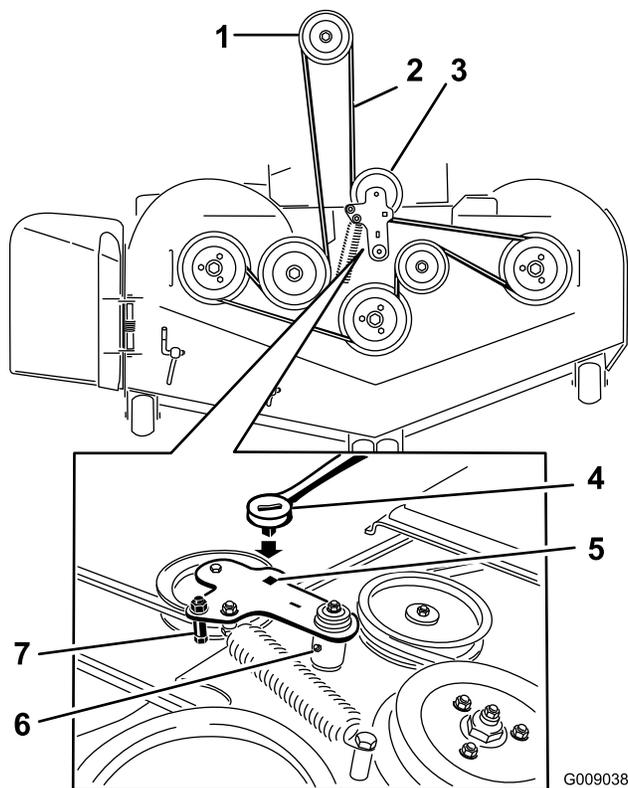

Figure 74
5. Insérez un rochet dans le trou carré du bras de la poulie de tension pour détendre le ressort de la poulie de tension (Figure 74).
7. Enlevez le guide de courroie situé sur le bras de la poulie de tension rappelée par ressort (voir Figure 74).
- Acheminez la courroie neuve autour des poulies du tablier de coupe et de la poulie d'embrayage, sous le moteur (Figure 74).
- Montez le guide de courroie sur le bras de la poulie de tension (voir Figure 74).
- Insérez le rochet dans le trou carré et montez le ressort de la poulie de tension (Figure 74).